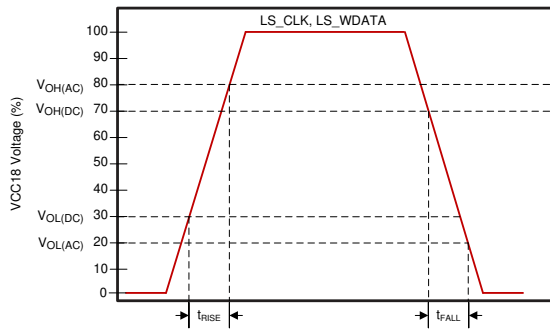
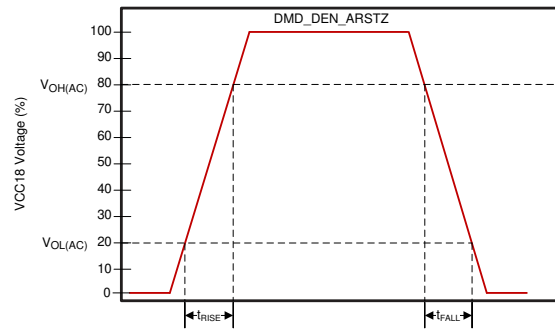

图 5-3. LS_CLK 和 LS_WDATA 压摆率
图 5-4. DMD_DEN_ARSTZ 压摆率
- 有关 DMD_LS_CLK 和 DMD_LS_WDATA 上升和下降时间，请参阅图 5-3。有关 DMD_DEN_ARSTZ 上升和下降时间，请参阅图 5-4。